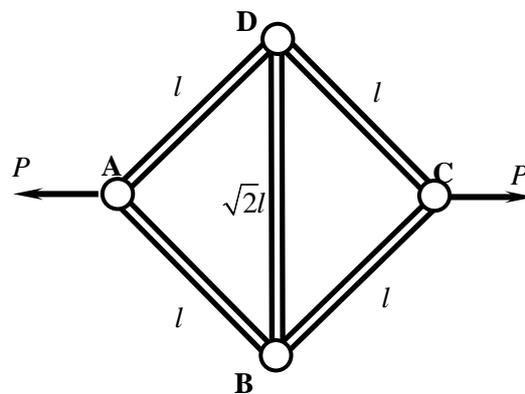

図1
1. 長さ  $l$  の部材 ~ 4本と  $\sqrt{2}l$  の部材 を使って、各部材を回転自由のピン結合で組み合わせ、図1に示すトラス構造を構成した。部材 は鉛直方向に配置されている。部材のヤング率と断面積は全て同一で、それぞれ  $E$  と  $S$  である。図に示すように、A点とC点を広げるように荷重  $P$  を水平方向に加える。以下の問いに答えよ。